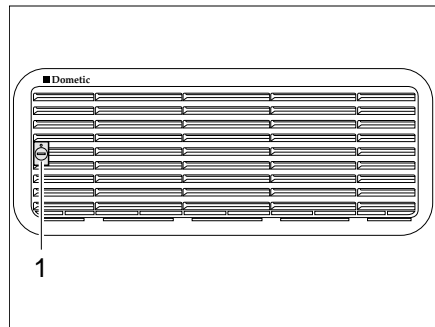
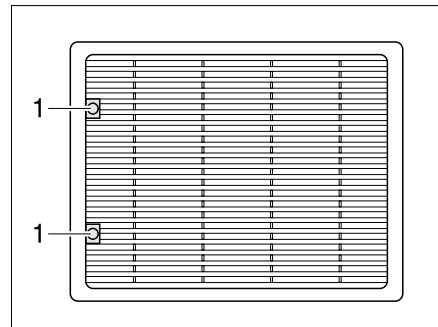

Bild 137 Kühlschrank-Lüftungsgitter (Dometic klein)
Bild 138 Kühlschrank-Lüftungsgitter (Dometic groß)
- Schraube (Bild 137,1 bzw. Bild 138,1) mit Hilfe einer Münze eine viertel Umdrehung drehen.